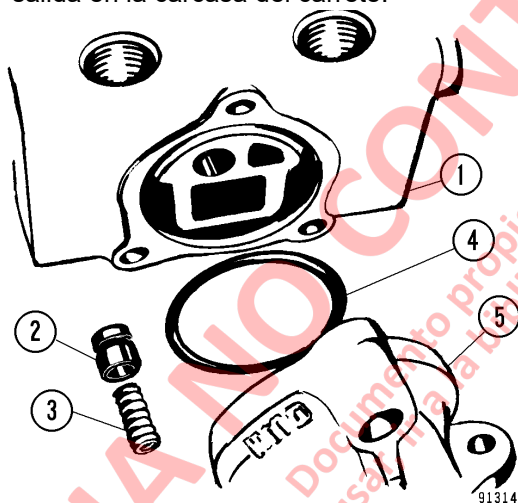
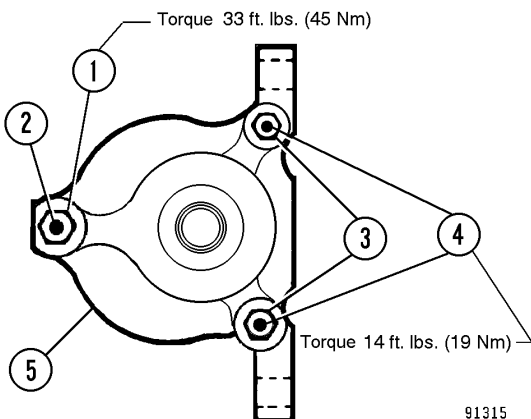

FIGURA 8-15. REENSAMBLAJE DE LA VÁLVULA PILOTO DE LEVANTE
FIGURA 8-16. TORQUE DE LA TUERCA DEL PERNO DE UNIÓN
3. Instale el cabezal móvil de retención (2, Figura 8-15) y el resorte (3) en la carcasa del carrete (1).
4. Instale un O-ring (4) nuevo en la carcasa del carrete. Coloque las carcassas de entrada y de salida en la carcasa del carrete.
5. Instale los pernos de unión. Instale y apriete las tuercas de los pernos de unión a los torques que se muestran en la Figura 8-16.